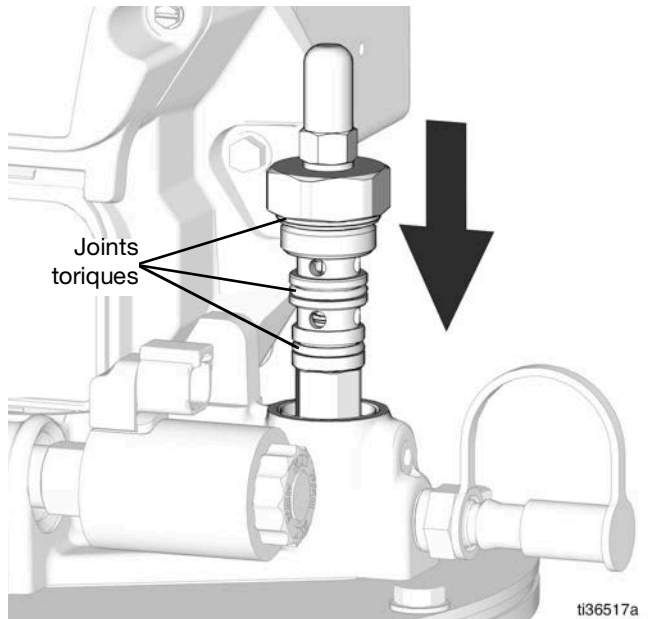

FIG. 6
5. Graissez la partie extérieure des trois (3) joints toriques sur la cartouche du mécanisme d'arrêt du remplissage automatique de la pompe compacte Dyna-Star (FIG. 6).
6. Installez la cartouche du mécanisme d'arrêt du remplissage automatique de la pompe compacte Dyna-Star (FIG. 6).